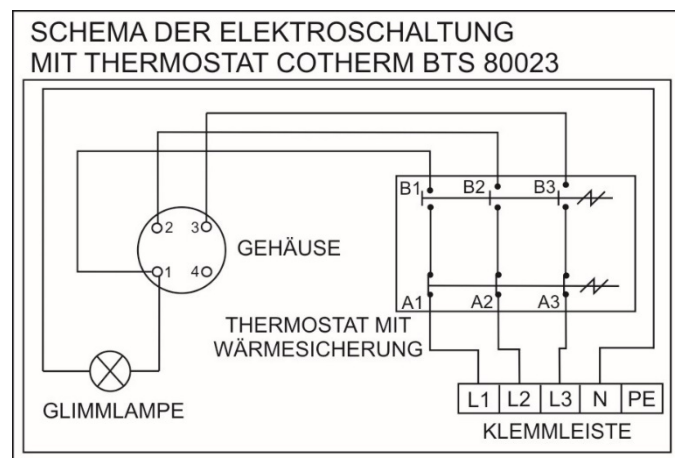

Abbildung 6
- Das Schema des Elektroanschlusses ist dem Wassererhitzer am Gehäuse der Elektroinstallation (Abbildung 6) beigelegt.